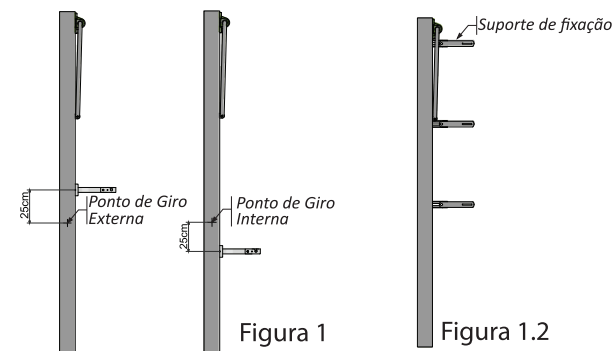

Figura 1
- 1º Passo**- Acople a bucha de junção ao fuso e fixe-a com o parafuso M5x30mm (kit de instalação), conforme figura 1 abaixo;